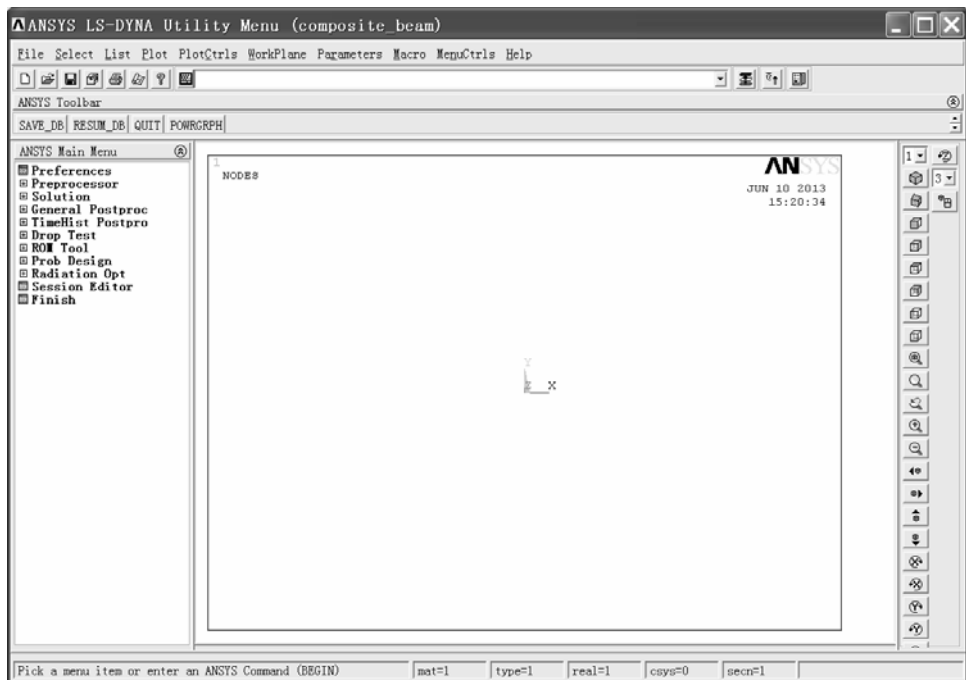

图 2-126 ANSYS LS-DYNA 操作界面
(1) 依次选择 **Utility Menu>PlotCtrls>Style>Colors>Reverse Video** (如果对这个操作不理解, 请参考本书第 1 章 1.4 节的“入门引例”), 将图形窗口的背景变为白色 (见图 2-126), 以便后续操作中更清楚地观看视图。